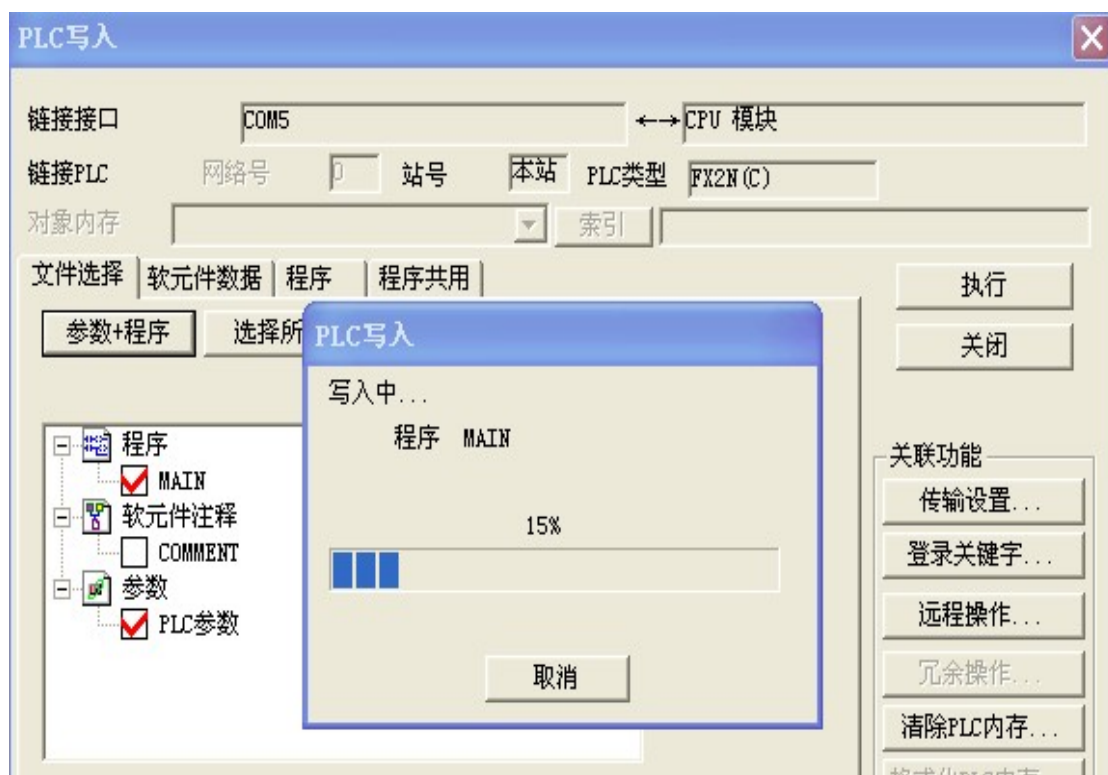

图 4-28 将计算机已编译程序写入 PLC
用分别鼠标左键点击“参数+程序”、“执行”、子窗口“是 (Y)”进入下图 4-28。